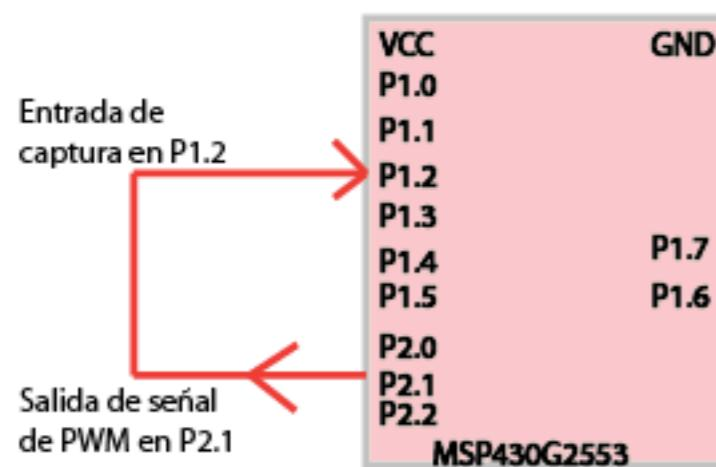

Figura 8.2. Conexión entre la señal de PWM generada, y la entrada de Captura.
2. Una vez que se ha conectado lo correspondiente al LCD. Conecta P2.1 que es la salida de la señal de PWM de 100Hz (con ciclo de trabajo de 50%) a P1.2 que es el bit que se configuró para entrada de captura, como se muestra en la figura 8.2.